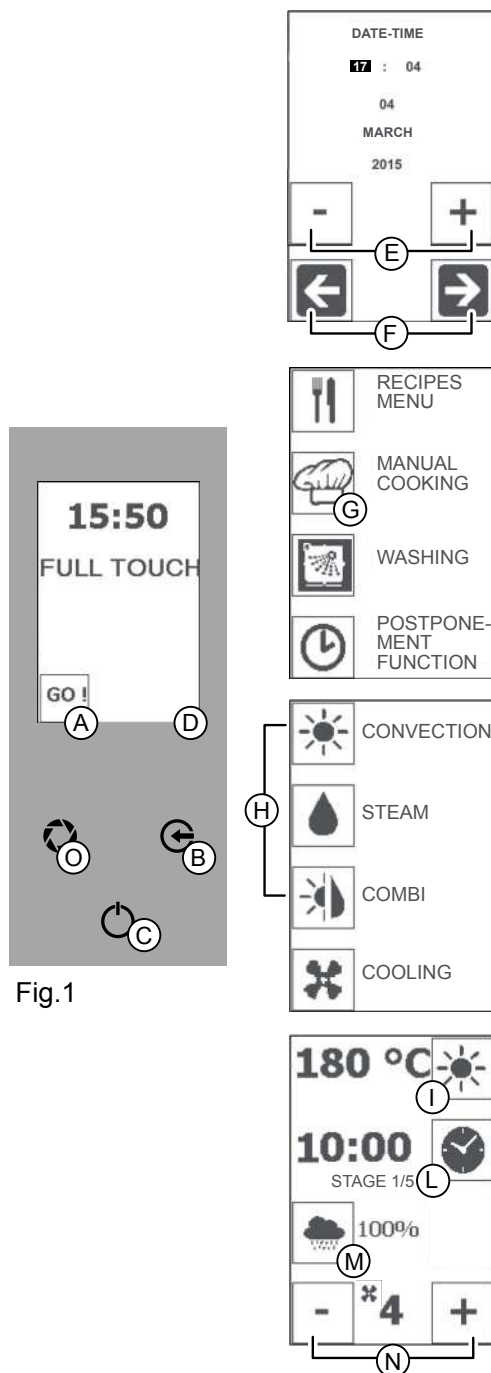

Fig.1
2. Pulse el icono correspondiente (Fig 1/M) y con los iconos “MENOS” y “MÁS” (Fig 1/N) configure el porcentaje de humedad comprendida entre 0% y 100%. Pulse el icono correspondiente para confirmar (Fig 1/M).
Pulse la tecla “ESC” (Fig 1/B) para salir sin guardar los cambios.
1. Pulse el icono “GO!” para activar el menú principal (Fig 1/A). Seleccione el modo de cocción “CONVECCIÓN” (Fig 1/H).
2. Pulse la tecla “RESPIRADERO” (Fig 1/O - led intermitente: RESPIRADERO ABIERTO - led fijo: RESPIRADERO CERRADO) para abrir o cerrar la válvula de ventilación del motor.
Al seleccionar las funciones “MIXTO” o “VAPOR” (Fig 1/H) la configuración de la válvula “abierto/cerrado” se gestiona de forma automática.